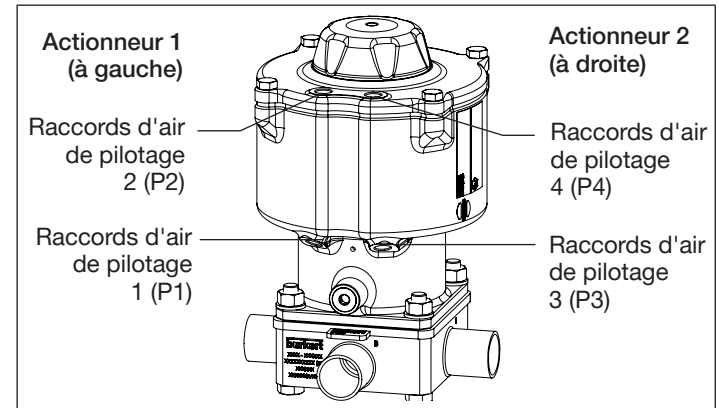

Fig. 7 : Raccordement pneumatique
→ Raccorder le fluide de pilotage au raccord d'air de pilotage 1 et / ou 3 (voir „Fig. 7“).
→ Raccorder le fluide de pilotage au raccord d'air de pilotage 2 et 4 (voir „Fig. 7“).
→ Raccorder le silencieux dans le raccord de purge d'air libre (voir „Fig. 7“).
5) voir „Fig. 7 : Raccordement pneumatique“